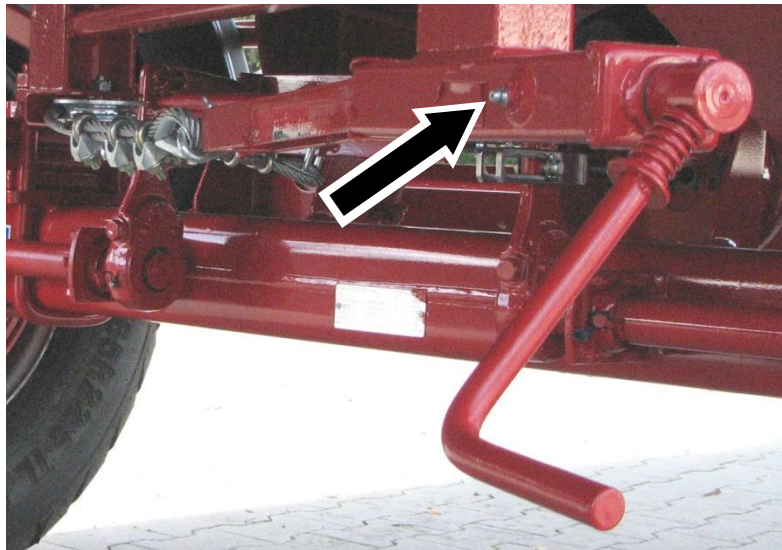

Abbildung 44: Schmiernippel der Spindel
- ⇒ Schmieren Sie die Spindel über den Schmiernippel mit Fett ab (siehe Abbildung 44).